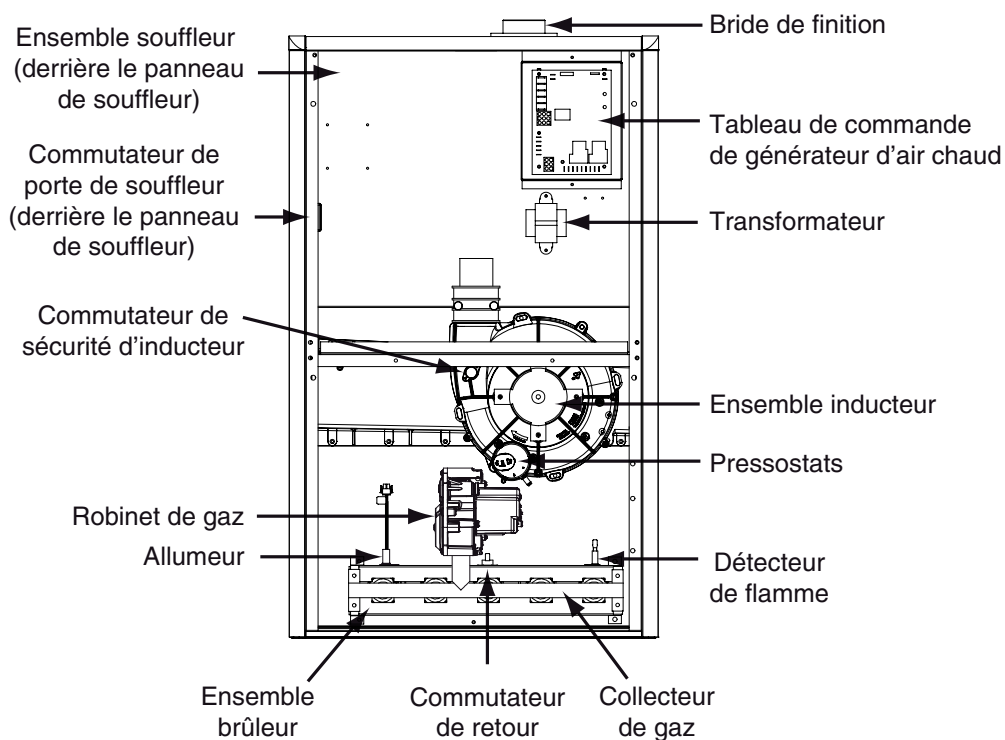

Figure 44. Emplacement des composants pour modèles *SL et *SM
- Si le souffleur d'inducteur fonctionne et que les éléments ci-dessus ont été vérifiés, vérifier le commutateur de sécurité du souffleur et le réenclencher au besoin. Consulter la Figure 43 \(page 54\) ou Figure 44 \(page 55\) pour l'emplacement des composants.
Les descriptions ci-dessous sont celles de différents composants fonctionnels qui ont une incidence sur le fonctionnement et l'arrêt de ce générateur d'air chaud. Certains de ces composants et leur emplacement sont montrés à la Figure 43 \(page 54\) ou Figure 44 \(page 55\). S'il faut remplacer l'un des composants du générateur d'air chaud, utiliser uniquement des pièces de remplacement homologuées par le fabricant, indiquées dans la liste de pièces de remplacement fournie en ligne.